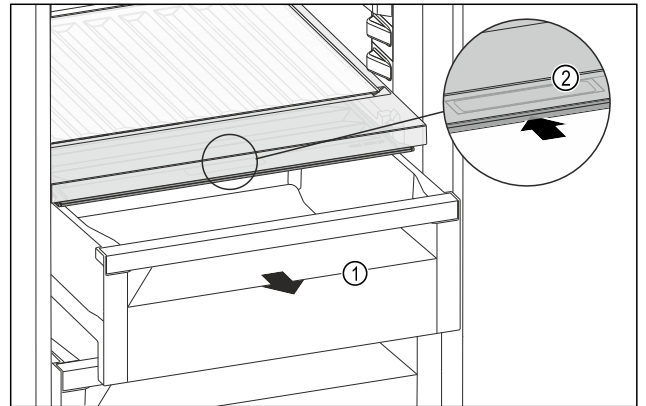

Fig. 163
- ▶ 拉出抽屉 Fig. 163 (1)。
- ▶ 抓住抽屉盖上的内嵌式拉手 Fig. 163 (2)，并同时向后推入抽屉盖。